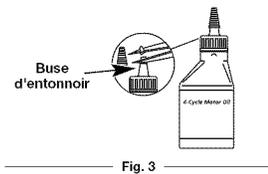

Fig. 3
Votre appareil est livré avec une bouteille d'huile SAE 30 SF, SG, SH de 90 ml (3,04 oz) (Fig. 3).
1. Dévissez le bouchon de la bouteille d'huile et retirez le papier couvrant l'ouverture. Remplacez le bouchon. Coupez la pointe de la buse de l'entonnoir (Fig. 3).